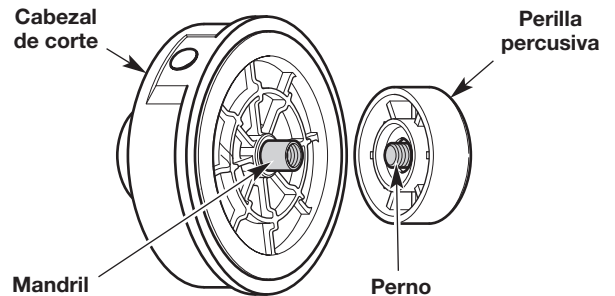

Fig. 17
- Mantenga el cabezal de corte en su lugar (Fig. 17).
- **WC205 / CMXGTAMDA25C:** Gire la perilla de impacto en el sentido contrario de las agujas del reloj para desenroscarla del cabezal de corte (Fig. 17).
- **WS205 / CMXGTAMDAZ25:** Gire la perilla de impacto en el sentido de las agujas del reloj para desenroscarla del cabezal de corte (Fig. 17).
- Deslice el cabezal de corte fuera del mandril (Fig. 17).
- Inspeccione el perno dentro de la perilla percusiva para verificar que se mueva con libertad (Fig. 17). Cambie la perilla percusiva si está dañada.
5. Mientras sujeta el carrete interior y la bobina exterior juntos, deslice el cabezal de corte sobre el mandril (Fig. 17). Asegúrese de que el cabezal de corte calce en forma segura en la porción hexagonal del mandril.
- **WC205 / CMXGTAMDA25C:** Enrosque la perilla de impacto en el sentido de las agujas del reloj (Fig. 17).
- **WS205 / CMXGTAMDAZ25:** Enrosque la perilla de impacto en el sentido contrario de las agujas del reloj (Fig. 17).Ajuste firmemente la perilla de impacto.